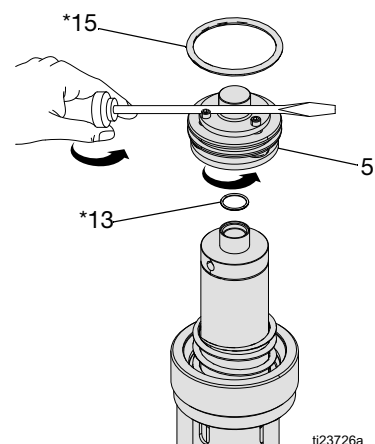

FIG. 12: Válvula de aire de la serie B
4. **Serie B (y motores neumáticos posteriores):** desenrosque la válvula de aire (5). Si es necesario ayudar al giro, meta la punta de un destornillador entre las cabezas de los tornillos y la cabeza hexagonal de la válvula de aire (5). Inspeccione si las juntas tóricas (13* y 15*) presentan daños y sustitúyalas si es necesario. Compruebe que la junta tórica (13*) está bien colocada y no esté pinzada. Consulte la FIG. 12.
NOTA: Consulte el apartado **Reparación del motor neumático**, página 15, paso 4 y paso 5 (FIG. 12) para ver notas especiales cuando toque volver a montar.